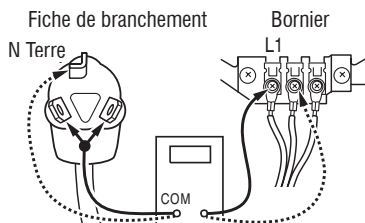

Figure 4a – Branchement des connexions pour une sècheuse électrique
3. Avec un ohmmètre, vérifier la continuité entre la broche neutre (N) de la fiche de branchement et le contact central sur le boîtier de raccordement. Voir figure 4a.
4. D'une manière similaire, vérifier quelle broche de la fiche de branchement est branchée sur le contact de l'extrême gauche du boîtier de raccordement et le noter. C'est L1 (conducteur noir) dans le schéma de câblage. Voir figure 4a.